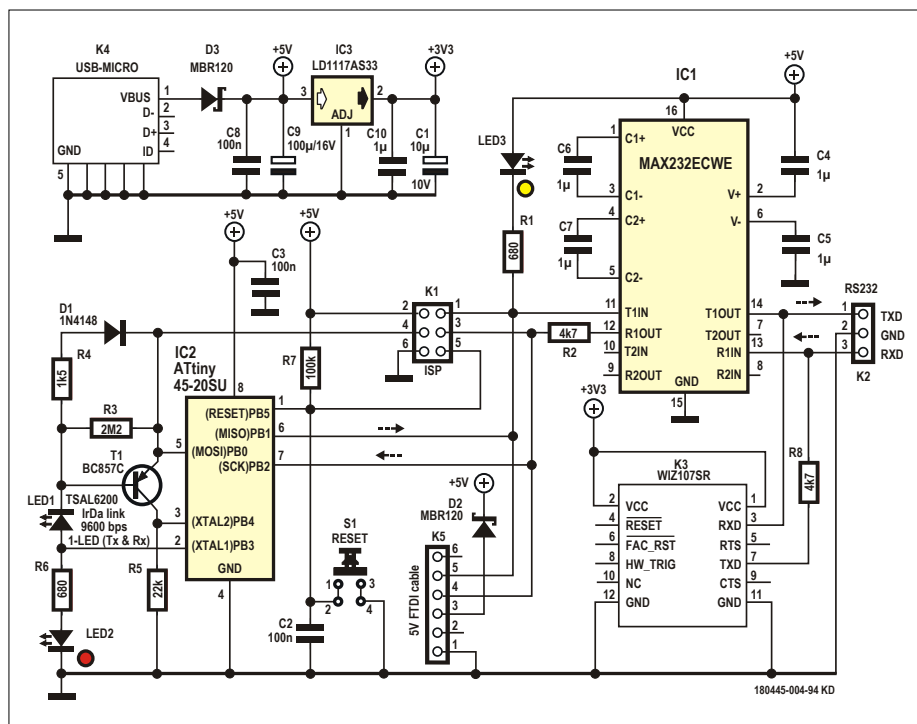
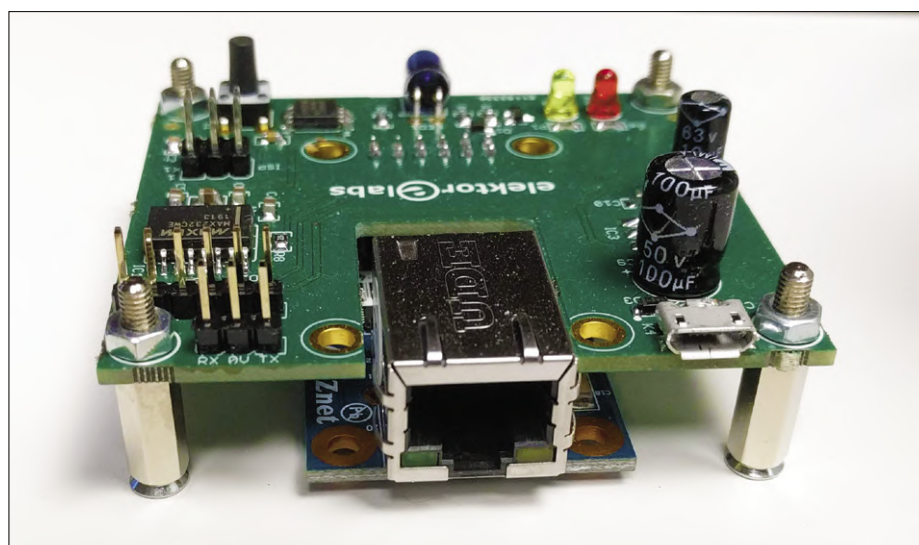

Figure 4. L'adaptateur de communication IR fournit une interface entre le boîtier inviolable hermétiquement fermé et un ordinateur.
Figure 5. L'adaptateur de communication IR avec le module Ethernet (en option) monté.
Une liaison infrarouge (IR) est disponible pour communiquer avec la boîte inviolable quand elle est hermétiquement fermée. Cette liaison n'est pas particulièrement rapide (9600 bauds) et sa portée est courte (1 cm). Elle fonctionne sans qu'il soit nécessaire d'ouvrir la boîte. L'adaptateur (**fig. 4** et **fig. 5**) qui rend cela possible est constitué d'un petit μC ATtiny45, équipé d'un émetteur-récepteur IR presque identique à celui de la boîte. Les circuits diffèrent légèrement en raison des contraintes de faible puissance de la boîte, lesquelles ne s'appliquent pas à l'adaptateur IR.